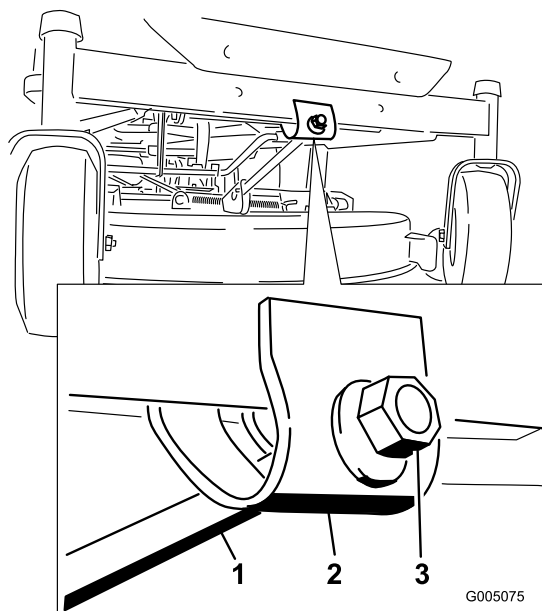

Figure 55
6. Pour régler l'inclinaison avant/arrière des lames, tournez l'écrou de réglage à l'avant du plateau de coupe (Figure 55).